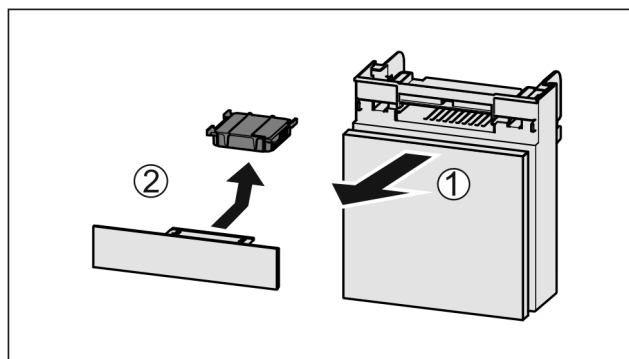

Fig. 186
- Lade vanaf de voorkant eruit trekken Fig. 186 (1).
- Actiefkoolfilter verwijderen Fig. 186 (2).